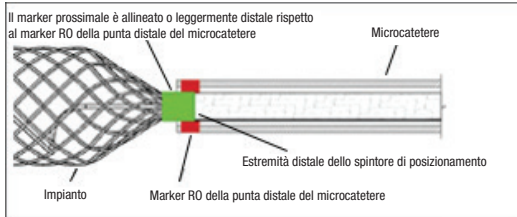

Figura 6 – Posizione delle bande del marker per il distacco
24. Servirsi della fluoroscopia per fare avanzare lentamente l'impianto fuori dalla punta del catetere. Continuare a fare avanzare l'impianto nel sito desiderato fino a quando il marker radiopaco prossimale sull'impianto sia allineato o leggermente distale dal marker RO della punta distale del catetere, posizionando la zona di distacco appena al di fuori della punta del catetere. Vedere Figura 6. Riposizionare se necessario. Se la dimensione dell'impianto non è adeguata, rimuoverlo e sostituirlo con un altro dispositivo. Se si osserva un movimento indesiderabile dell'impianto sotto fluoroscopia dopo il posizionamento e prima del distacco, rimuove l'impianto e sostituirlo con un altro impianto di dimensioni più appropriate. Lo spostamento dell'impianto potrebbe indicare che l'impianto potrebbe migrare dopo il distacco. **NON** ruotare lo spintore di posizionamento durante o dopo il posizionamento dell'impianto nel sistema